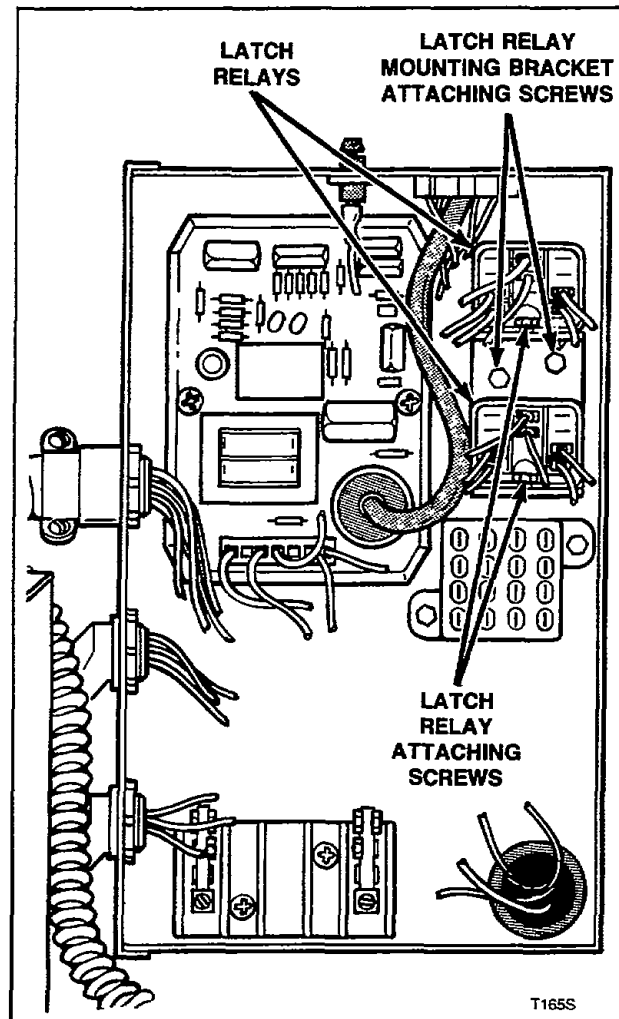

Figure 26
**29. LATCH RELAYS (Figure 26)**